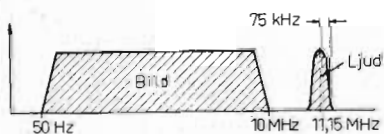
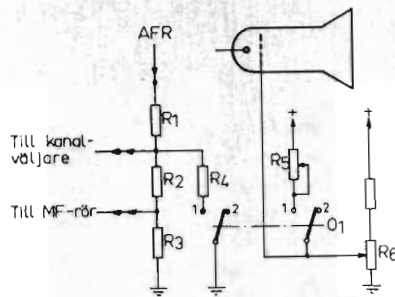

Fig. 3. Klystronerna MK i fig. 2 moduleras dels med videofrekvens mellan 50 Hz och 10 MHz och dels med en frekvensmodulerad ljudbärvåg 11,15 MHz.
Fig. 2. Schema för omkopplaren  $O_1$  för »ljusregistret» i TV-mottagare från *Metz*. Se texten!
Den radiolänkutrustning som används i denna ganska egenartade TV-programförbindelse är av franskt fabrikat »CSF» (*Compagnie Générale de T.S.F.*) och arbetar på frekvenserna 6 600 MHz resp. 6 850 MHz. Vid varje länkstation sker demodulering till videofrekvens, varefter den demodulerade videospänningen påföres nästa länkutrustning. Se schemat i fig. 2. Uteffekten på reportagesändarna är 1 W, an-
Fig. 2. Blockschemat för TV-länkförbindelsen som ingår i Radiotjänsts TV-länkförbindelse Stockholm—Göteborg. Som synes går man på mellanstationerna ned till videofrekvens (VF). Ny modulering sker därefter av sändaren, som är på 1 W uteffekt. I sändarna frekvensmoduleras en klystron (MK) dels direkt med videofrekvens, dels med en frekvensmodulerad ljudbärvåg med bärvåg 11,15 MHz. Jfr fig. 3. Automatisk frekvenskontroll (AFK) utnyttjas i mottagarna, där signalspänningen efter blandning med oscillatorspänning från lokaloscillator med klystron (K) transponeras till 111 MHz. Man skiljer sedan med filter på videofrekvens och ljudfrekvens. Den senare demoduleras i en särskild FM-diskriminator. Frekvensen 6 600 MHz och 6 850 MHz utnyttjas i efter varandra följande länksträckor.
bilden. Se fig. 2. Står denna omkopplare ( $O_1$ ) i ställning 1 lägger man motståndet  $R_4$  över spänningsdelarkedjan  $R_1$ ,  $R_2$  och  $R_3$ . Därmed minskar regler-spänningen till kanalväljare och MF-del. Förstärkningen höjs och bildkontrasten stiger. I ställning 2 ökar regler-spänningen och kontrasten minskar i bilden. I ställning 1 är ljusstyrkan i bilden förhöjd, ty i detta omkopplarläge ligger motståndet  $R_5$  (reglerbart) parallellt med den egentliga ljuskontrollen,  $R_6$ , så att det uppträder en högre spänning på bildrörets styrgaller.  $R_5$  ställs in en gång för alla vid mottagarens installation, så att man får rätt avpassad bildkontrast på dagen (läge 1) och på kvällen (läge 2). Naturligtvis kan bildljusstyrkan om man så önskar ytterligare regleras med ljuskontrollen  $R_6$ . (SLUT)
Fig. 2. Interiör från ett »Fernmeldeturm». Stationen (av fabrikat *Telefunken*) på bilden innehåller länkutrustning för television. Länkförbindelsen som går med bärfrekvens ca 2 000 MHz kan alternativt överföra 240 telefonkanaler. Genom fönstret skymtar en 3 m antennspegel.